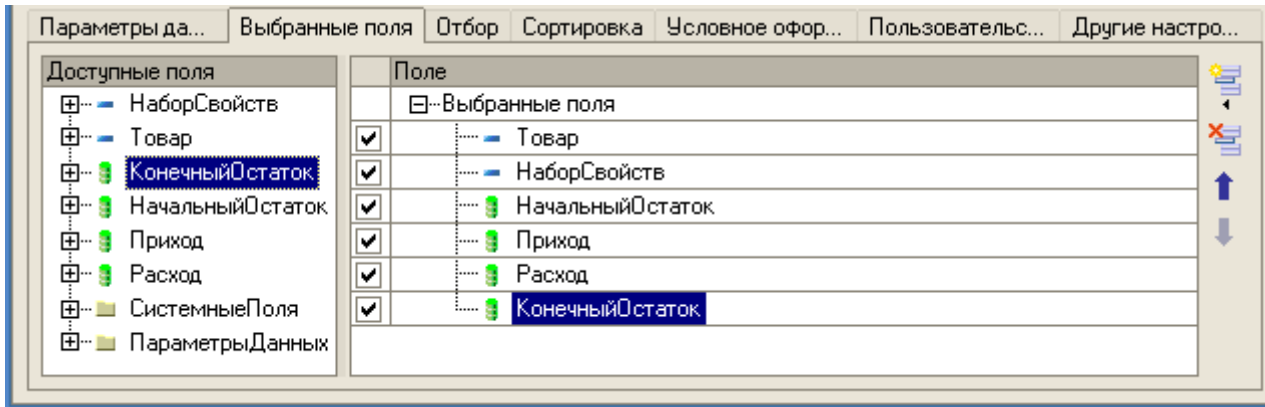

Рис. 147
- перейдите на закладку *Настройки* в нижней части окна перейдите на закладку *Выбранные поля* и выберите те поля, которые будут выводиться в отчете: *Товар*, *НаборСвойств*, *НачальныйОстаток*, *Приход*, *Расход*, *КонечныйОстаток* (рис. 147);